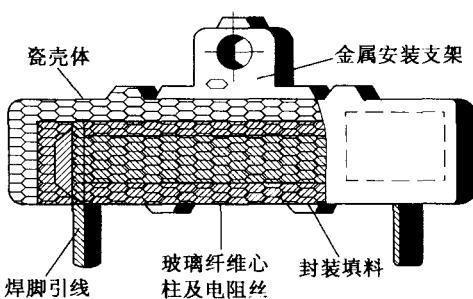

图 1-5 水泥电阻器的结构
(1) 水泥电阻器。水泥电阻器是一种陶瓷绝缘的功率型线绕电阻器,例如彩色电视机中的大功率电阻,其结构如图1-5所示。